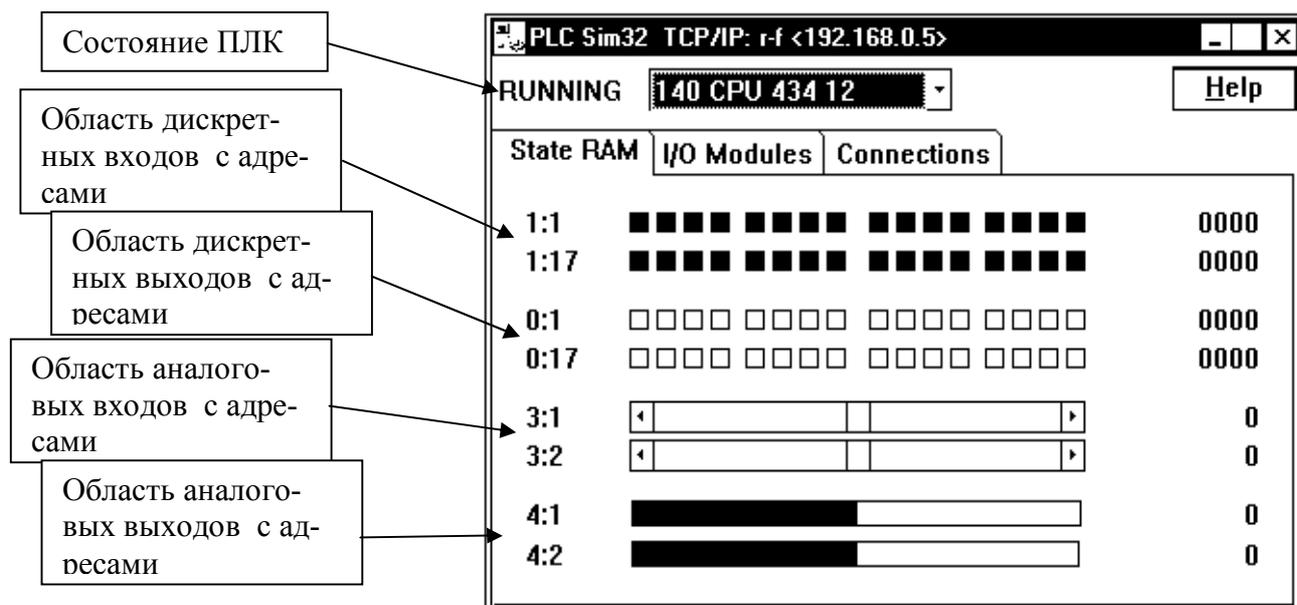
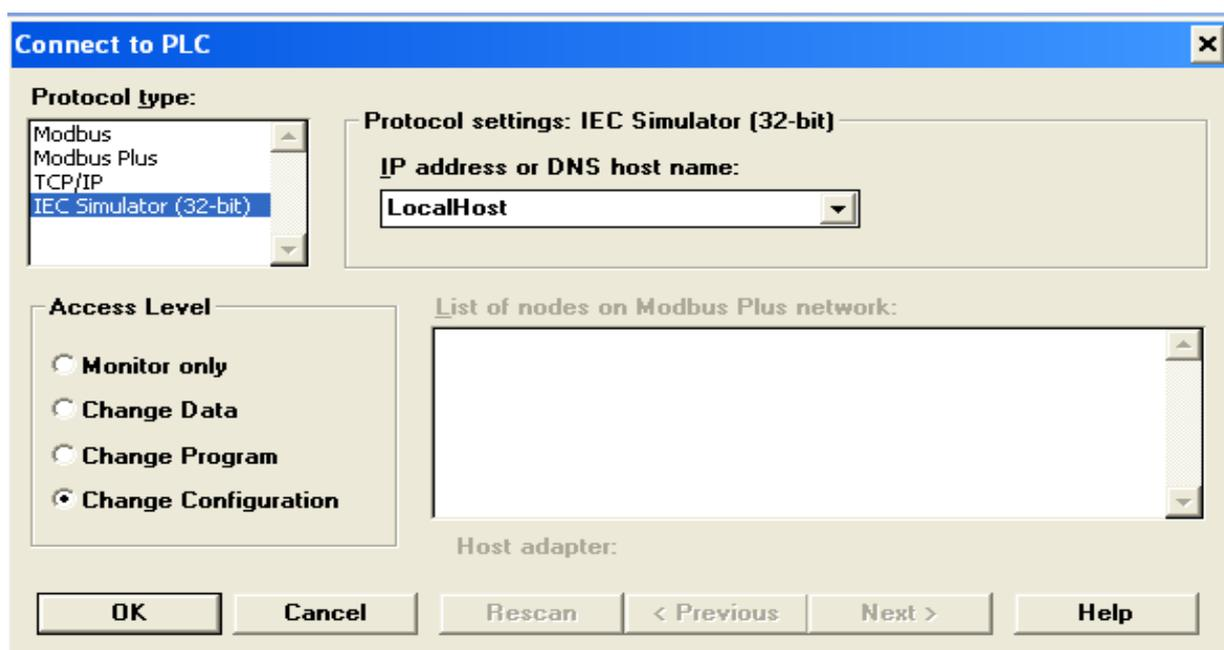

Рис. 4. Рабочее окно 32-битного имитатора
Рис. 12. Окно соединения с 32-битным эмулятором контроллера
В лабораторной работе используется 32-битный эмулятор **PLCSIM32**. Он позволяет отлаживать программы, написанные на языках стандарта IEC 1131 (FBD, LD, IL, SFC). Соединение программирующего устройства (компьютера) и эмулятора осуществляется по протоколу TCP/IP. При загрузке симулятора открывается рабочее окно **PLCSIM32**, вид которого дан на рис. 4.
**В первом столбце** рабочего окна имитатора (рис. 4) приводятся идентификаторы типов входов/выходов (от 0 до 4) и далее через двоеточие показываются номера первых битов регистров, соответствующих этим входам/выходам
Перед началом работы с эмулятором его необходимо загрузить. Для соединения с ним используется команда меню Online → Connect. В открывшемся окне, вид которого приведен на рис. 12, необходимо указать тип протокола обмена (IEC Simulator (32-bit)), IP-адрес ПК (LocalHost) и что загружается при соединении с эмулятором контроллера (обычно это Change Configuration). При выполнении соединения появляется окно эмулятора (см. рис. 4).